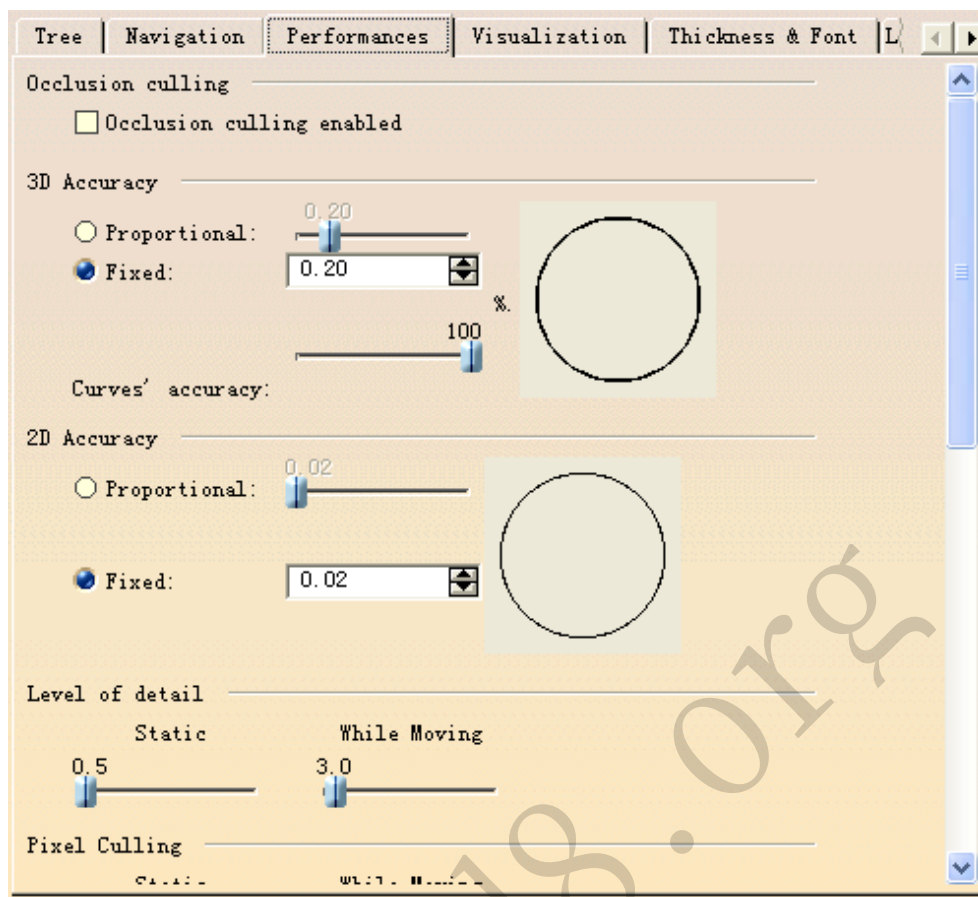

图 1-24 Performances 选项卡
(3) 选中 Performances 选项卡, 弹出如图 1-24 所示的对话框。